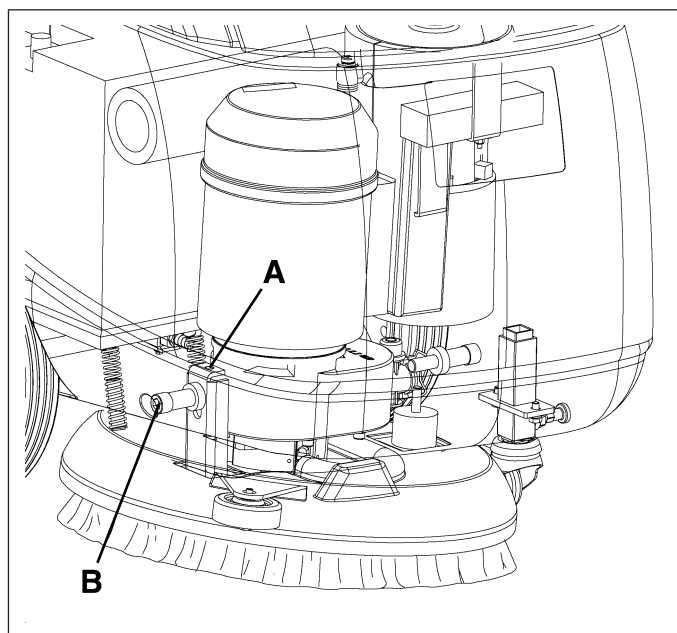

Figure 29
2. Régler la vitesse d'avance de la machine au moyen de la vis (A, Fig. 29) en procédant comme suit :
- desserrer la vis (B, Fig. 29), sur le côté droit de la machine, en la tournant dans le sens inverse aux aiguilles d'une montre ;
- tourner la vis de réglage (A, Fig. 29) dans le sens inverse aux aiguilles d'une montre pour augmenter la vitesse d'avance de la machine
- tourner la vis de réglage (A, Fig. 29) dans le sens des aiguilles d'une montre pour réduire la vitesse d'avance de la machine
- le réglage effectué, serrer la vis (B, Fig. 29).